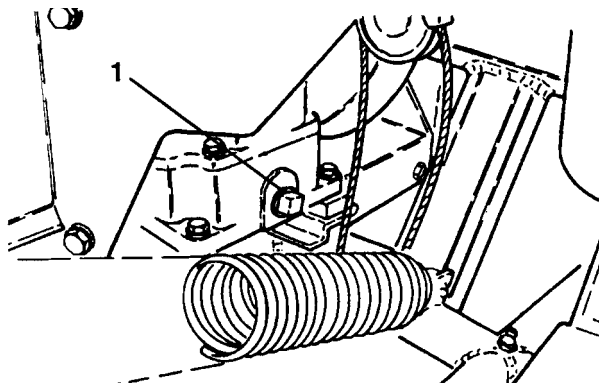

Fig. 35
2. Hvis det kun er filteret som skal skiftes, må du ta av tankens lokk og stikke inn pluggen (fig. 35) for å stoppe til åpningen.